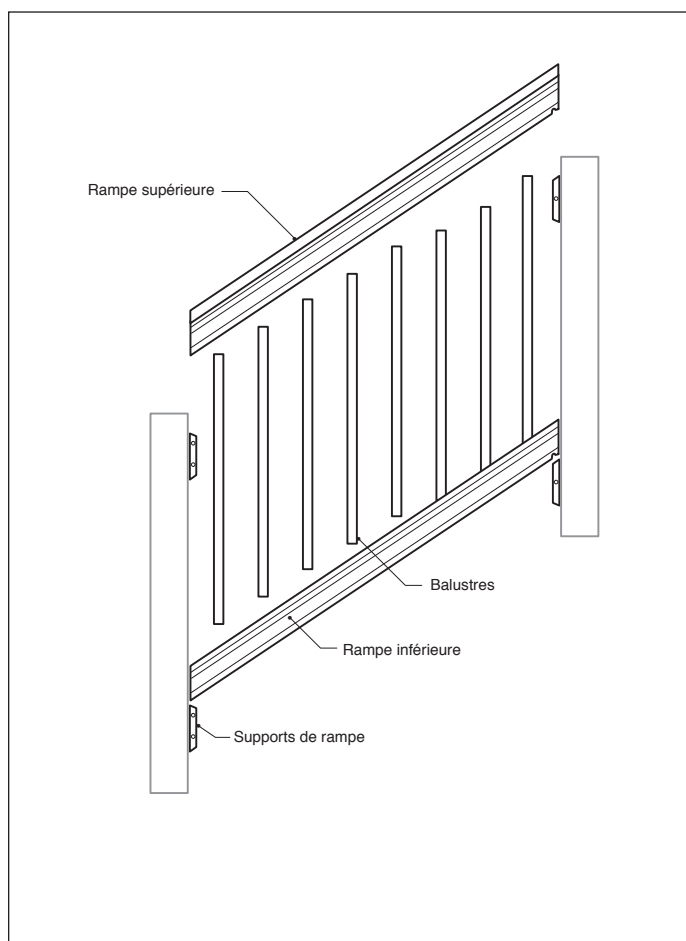

fig. 4
Étape 3 : Attachez les (4) supports de rampe d'escalier DeckoRail de 5,1 cm x 10,2 cm (2 po x 4 po) conformément aux instructions ci-jointes.
Étape 4 : Attachez la rampe inférieure de 5,1 cm x 10,2 cm (2 po x 4 po) avec les trous faisant face vers le haut, à l'aide des supports de rampe d'escalier DeckoRail de 5,1 cm x 10,2 cm (2 po x 4 po). Insérez les balustres dans les trous prépercés (**fig. 4**).
Étape 5 : Attachez la rampe supérieure en alignant les trous sur le balustre à une extrémité de la rampe et en progressant vers l'autre extrémité en vous assurant que les balustres sont fixés solidement entre les deux rampes (**fig. 4**).